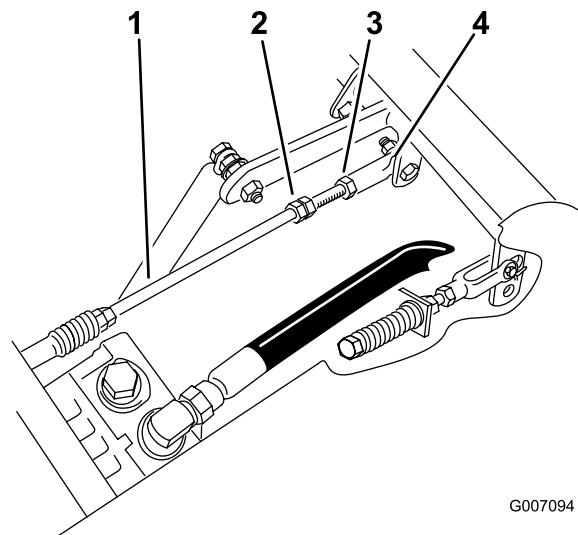

Figure 41
4. Desserrez le contre-écrou sur la rotule de la tige de commande droite de la pompe (Figure 41).
5. Serrez le contre-écrou sur la rotule et vérifiez la direction (Figure 41).